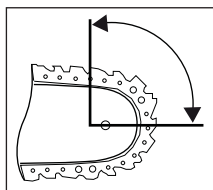

Fig. 1
- En algunos casos, el contacto con la punta de la espada puede causar una reacción inesperada de retroceso que provoca que la espada 16 se eleve en dirección al usuario (consulte la fig. 1).